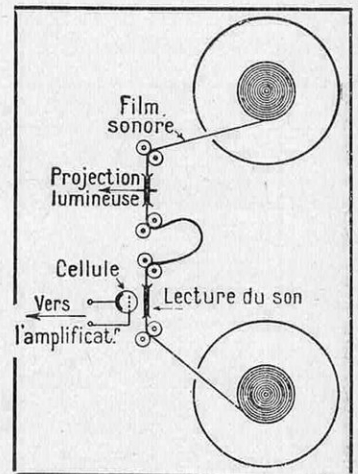
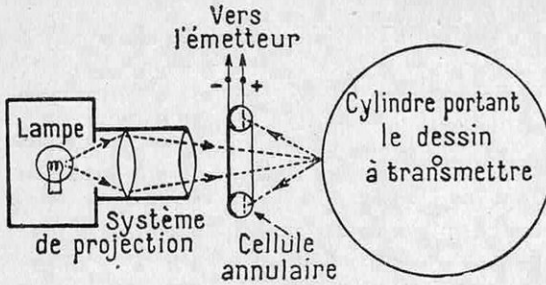

FIG. 7. — FONCTIONNEMENT D'UN APPAREIL DE PROJECTION D'UN FILM SONORE
FIG. 9. — SCHÉMA DE PRINCIPE DE LA TRANSMISSION DES IMAGES A DISTANCE
sion — où la couche sensible doit recevoir le plus grand flux lumineux possible — jusqu'aux cellules naines pour le cinéma parlant, dont certaines n'ont pas plus de 1 centimètre de diamètre. On peut encore citer l'iconscope de Zvorykine (1) où, sur une surface de 130 cm² se trouvent assemblées plus de 150.000 cellules élémentaires. La figure 9 montre le schéma d'utilisation d'une cellule percée d'un trou central, ce qui lui donne la forme d'un anneau, employée pour la transmission des images à distance.
des cellules photoélectriques, il faut citer tout d'abord le film sonore, la transmission à distance des dessins et des photographies, et aussi la télévision, bien que cette dernière n'ait pas encore pris jusqu'à présent une grande extension. Nous ne nous étendrons pas ici sur les solutions qu'ont reçues ces trois problèmes ; leur intérêt est si grand qu'ils mériteraient chacun une étude spéciale. *La Science et la Vie* n'a pas manqué, d'ailleurs, de tenir ses lecteurs au courant des progrès successifs acquis dans ces différents domaines (1). Nous nous bornons à reproduire ici (fig. 7) le schéma d'un appareil de projection d'un film sonore. La figure 9 montre, d'autre part, comment s'opère l'exploration d'une image à transmettre par téléphotographie.